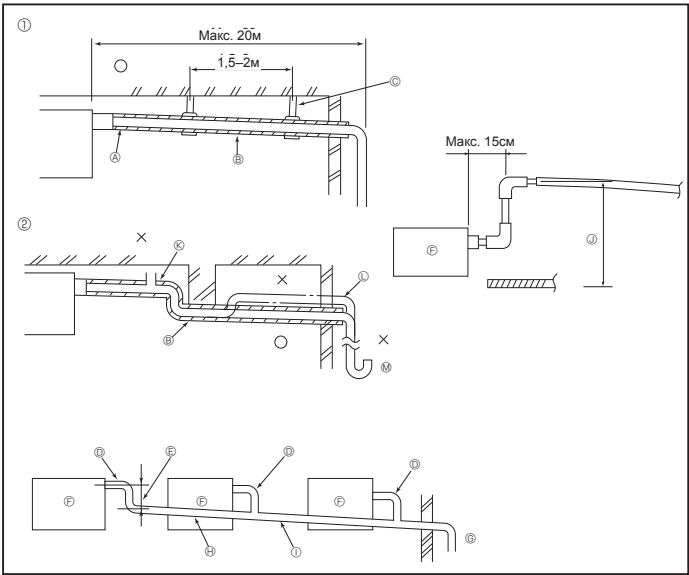

Fig. 3-4
3.4. Дренажные трубы (Fig. 3-4)
- ① Правильное соединение труб
- ② Неправильное соединение труб